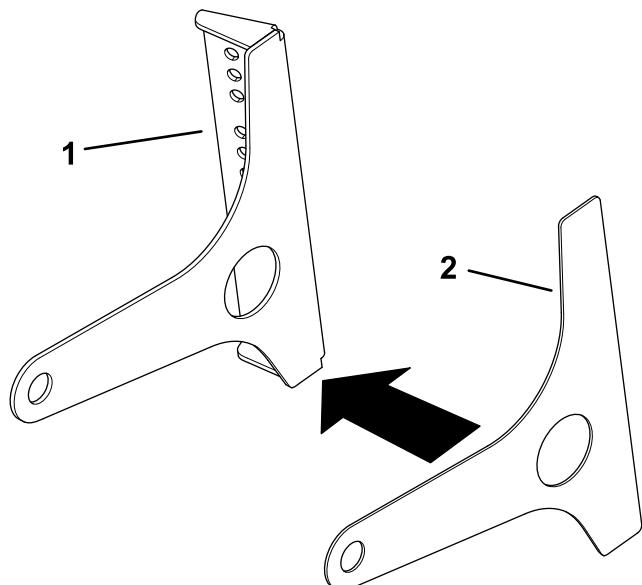

Рисунок 3
- Приклейте кронштейн ручки к креплению зеркала (Рисунок 3).